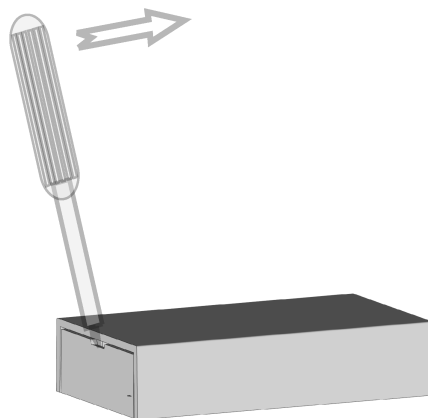

Bild 1: Öppna kapslingen
- Öppna kapslingen genom att skjuta isär delarna. Använd en smal spårskruvmejsel om så behövs (Bild 1).